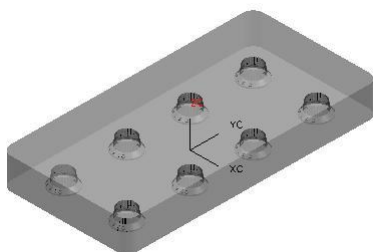

图5-100
1. 在设计区域中只显示型腔，将其他组件全部隐藏，结果如图 5-100 所示。